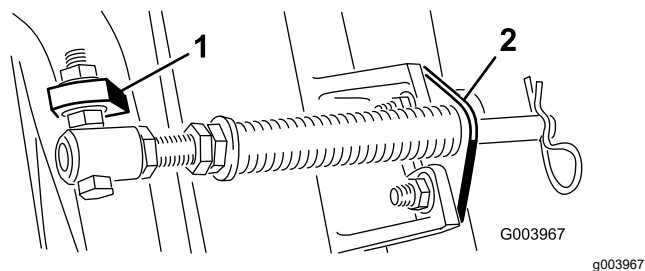
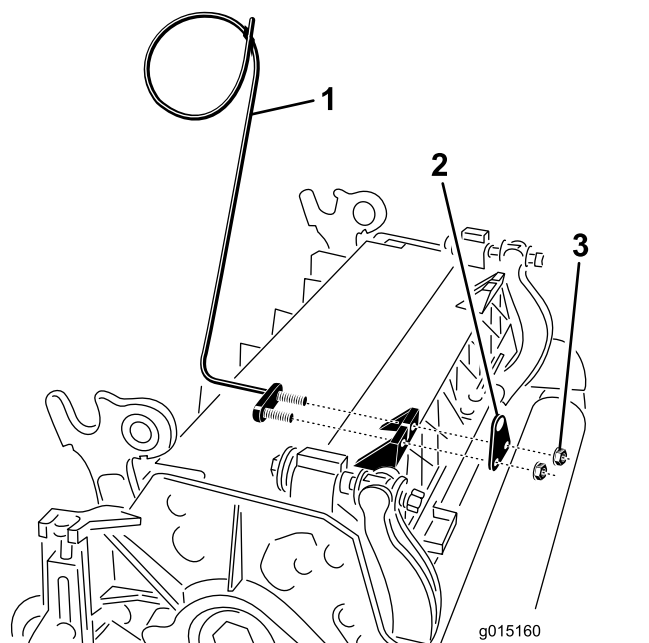

図 11
図 13
注 図 11に示すように、ボルトの頭部がタブの外側を向くように取り付けること。
- E. カッティングユニットのタブにロッドブラケットを取り付け、キャリッジボルト2本とナットで固定する図 11。ロッドブラケットの再取り付けを行うときに、カッティングユニットのタブの前に、左ホースガイドを取り付ける図 13。